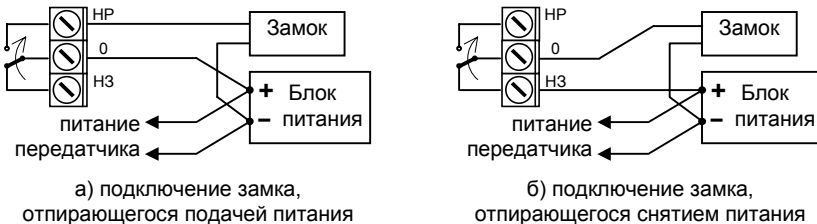

Рисунок 4. Подключение электрического замка
**ВНИМАНИЕ!** Рекомендуется питать замок от отдельного источника. Если замок и передатчик работают от общего источника питания, то для снижения помех рекомендуется выполнять цепи замка и цепи питания передатчика отдельными линиями, соединяющимися непосредственно на выводах источника питания (см. рис. 4). Обязательно используйте в цепи замка искрогасящие элементы (диод, RC-цепочку или варистор).